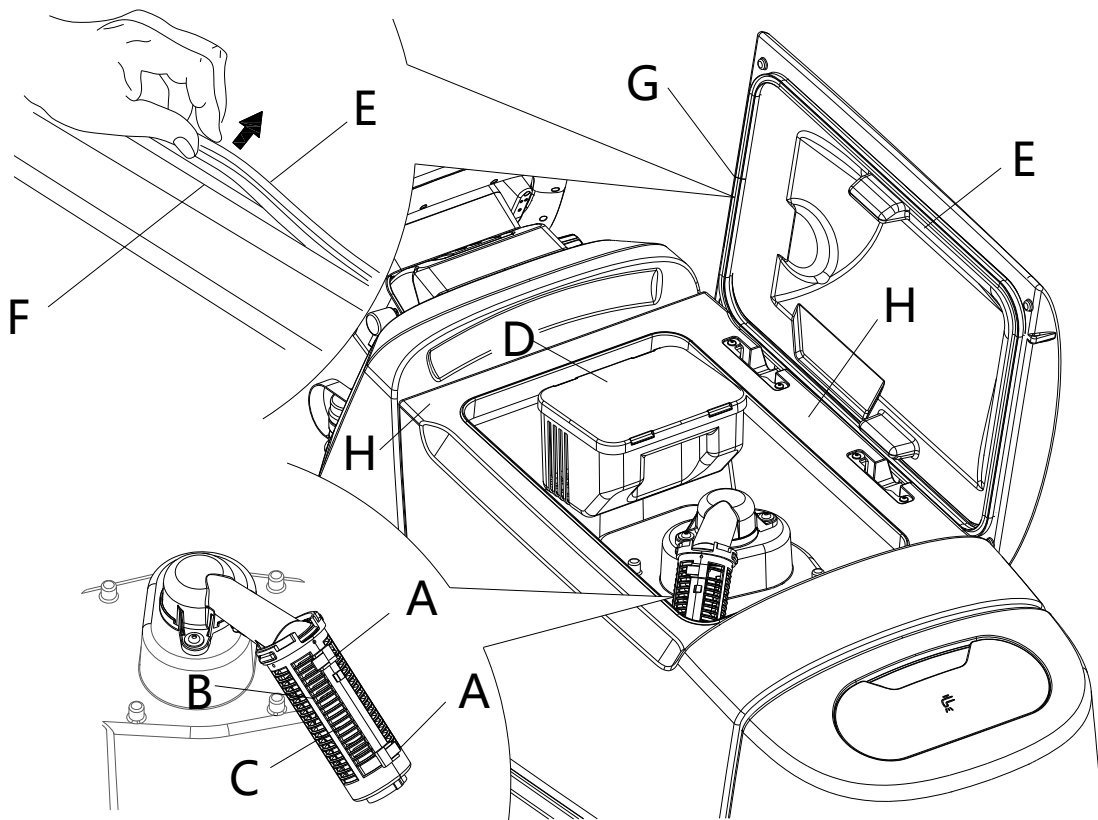

Abb. 15
2. Das Gerät über die Start/Stop-Taste (62) ausschalten.
3. Deckel (2) anheben.
4. Das Tankinnere (3) und den Deckel reinigen und mit sauberem Wasser waschen.
5. Mit dem Ablassrohr (18) das Wasser aus dem Tank ablassen.
6. Sauggitter (30) reinigen, Haltevorrichtungen (A, Abb. 15) lösen, Gitter (B) öffnen und Schwimmer (C) entnehmen. Sorgfältig reinigen und wieder einbauen.
7. Den Schmutzfangkorb (D) ausbauen und dessen Deckel öffnen, dann sorgfältig reinigen und wieder am Ansaugrohr anbringen.
8. Den Zustand der Tankdeckeldichtung (E) prüfen. Falls erforderlich, Dichtung (E) aus ihrem Sitz (F) herausnehmen und auswechseln. Beim Einbau der neuen Dichtung den Dichtungsstoß (G) wie auf der Abbildung unten positionieren.